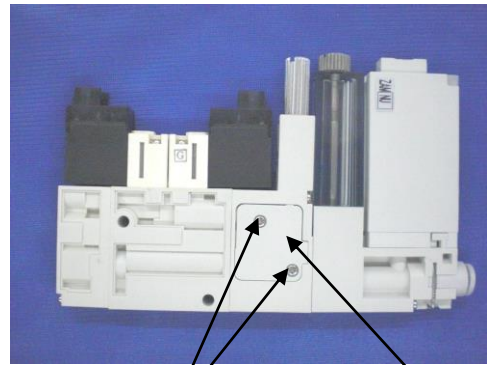

図1
- ① プラマイナベ小ネジ(2カ所)を緩め、サイレンサプレートを外して下さい。(図1参照)